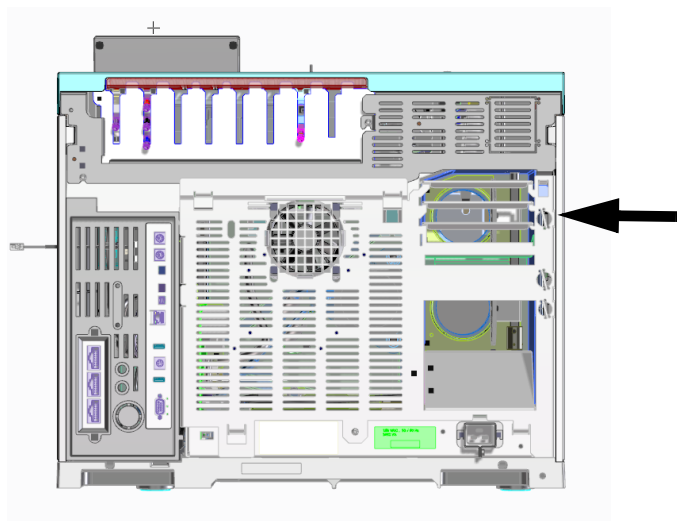

Рис. 4. Вытяжное отверстие.
- 1 Горячий воздух (до 450 °C) из термостата выходит через выходное отверстие с задней стороны прибора. Для его рассеивания необходимо обеспечить минимум 25 см свободного пространства сзади прибора или 30 см сзади ГХ/МС Q-TOF. См. Рис. 4.